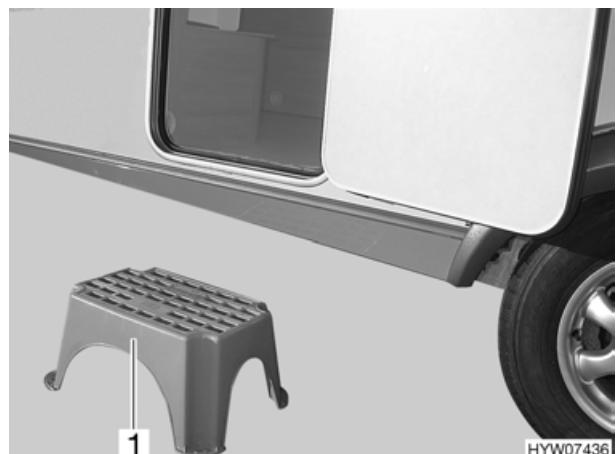

Fig. 7 Scalino di ingresso (variante 1)
- ▶ Prestare attenzione che lo scalino di ingresso (Fig. 7,1) sia disposto su un piano stabile. In questo modo si evita che lo scalino di ingresso si ribalzi.
- Collocare lo scalino di ingresso (Fig. 7,1) davanti all'entrata del caravan.